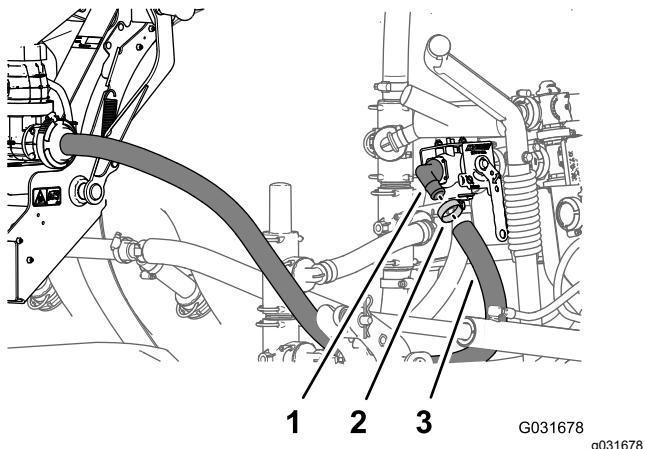

Bild 227
- Fluchten Sie das freie Ende des Ejektorzulaufschlauchs mit dem gezahnten 90°-Anschlussstück des Flüssigkeitabstellventils aus und befestigen Sie den Schlauch über dem Anschlussstück (Bild 227).